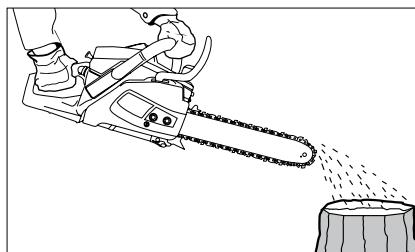

Fig. 13
4. Verificați circulația uleiului la pornire: porniți ferăstrăul și țineți-l deasupra unei litiere. Dacă este destul ulei se formează o ușoară urmă de la stropi de ulei (Fig. 13).